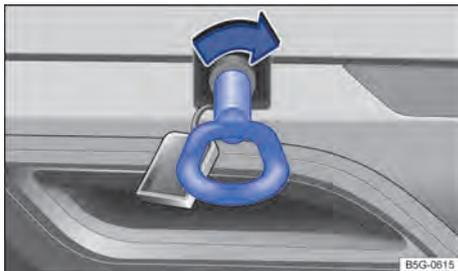

Fig. 221 No para-choque traseiro à direita: rosquear a argola de reboque.
O alojamento da argola de reboque rosqueável está localizado à direita do para-choque traseiro, atrás de uma cobertura → Fig. 221, → ①.
- Girar a argola de reboque tão firmemente quanto possível **em sentido horário** na fixação → Fig. 221 → ①. Utilizar um objeto apropriado com o qual a argola de reboque possa ser rosqueada totalmente e com firmeza no alojamento.
① NOTA